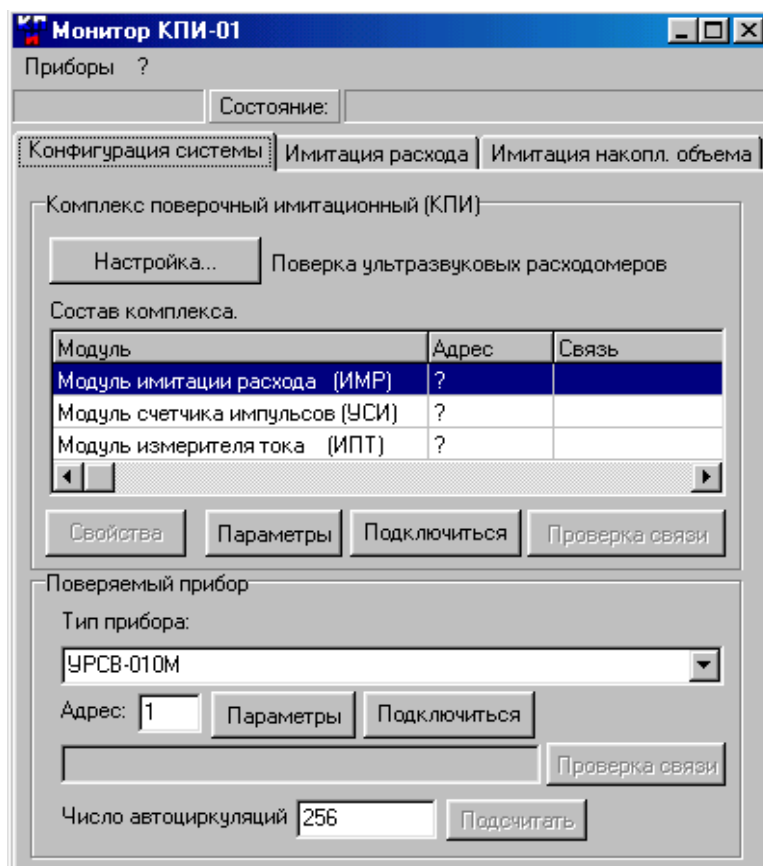

Рис.2. Вид основного окна программы.
2.4.1.1. После включения питания КПИ на ПК запускаются программы **ВЗЛЕТ СЕРВЕР СВЯЗИ** и **Монитор КПИ-01**, которая выводит основное окно (рис.2). Вид основного окна зависит от целевой задачи, выбранной пользователем.
При выборе целевой задачи **Поверка ультразвуковых расходомеров** в основном окне справа от кнопки **Настройка** индицируется аналогичная надпись (рис.2).